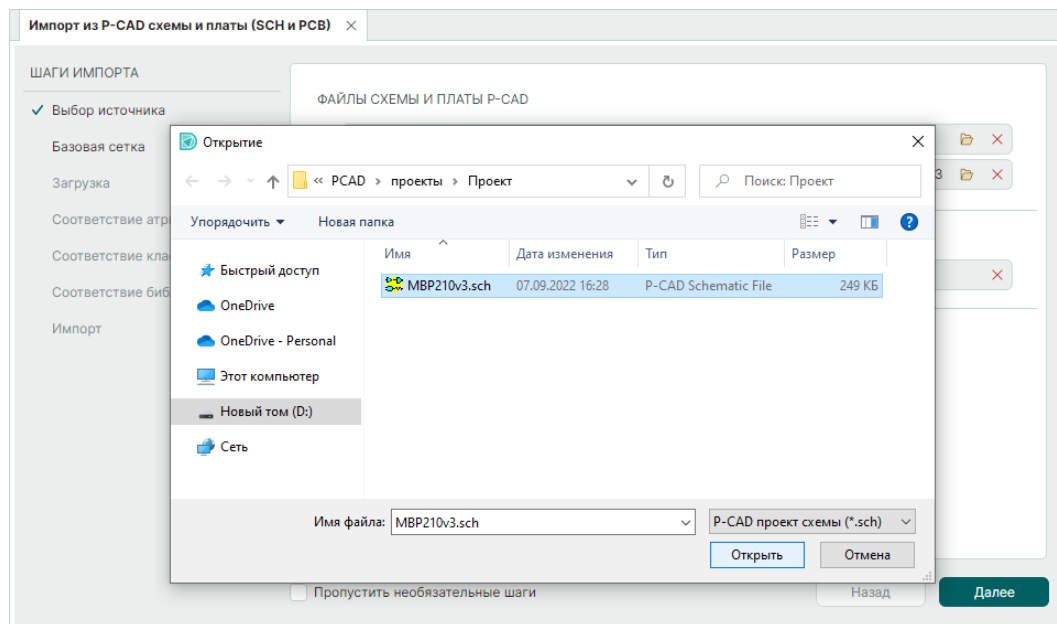

Рис. 32 Этап выбора источника
1. На этапе «Выбор источника» нажмите на  в поле «Файлы схемы и платы PCAD» и выберите для импорта в окне проводника файл схемы и файл платы в соответствующих полях, нажав «Открыть», см. Рис. 32,